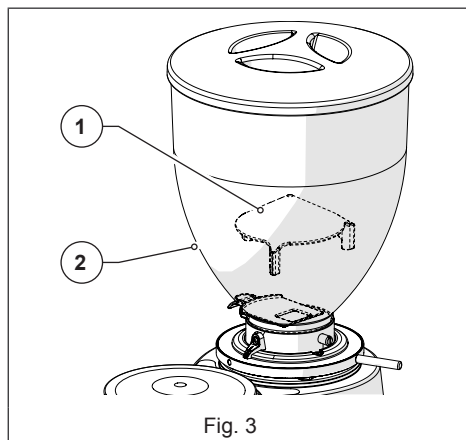

Fig. 3
- **Manípulo em cogumelo anti-intrusão na tremonha de alimentação do café (Fig. 3)**